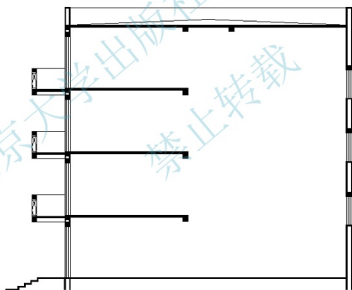

图 4.99 修整剖面图
⑥ 修整剖面图: 用【编辑多段线】命令将墙体加粗并绘制出屋面坡度线和门窗, 结果如图 4.99 所示。